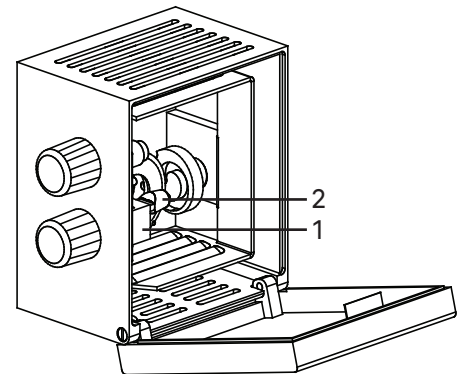

Рис. 20. Замена лампы отраженного света
- ослабьте крепежный винт при помощи отвертки и снимите заднюю крышку фонаря, как показано на рис. 20;